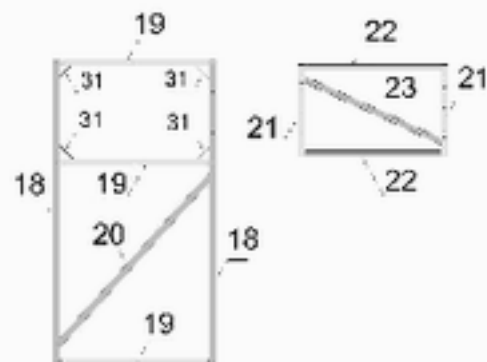

Рис. 4 Дверь и форточка
- 3.1.12. Присоедините к стойкам форточка №21 укосину форточка №23 (рис. 4).